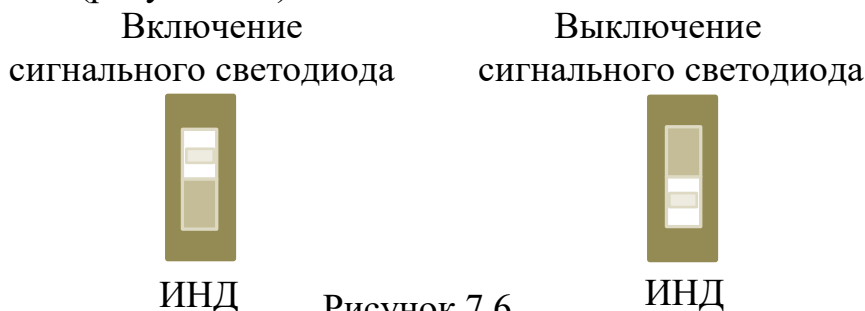

Рисунок 7.6
7.2.4.3 Включение сигнального светодиода осуществляют установкой флажка выключателя в верхнее положение (рисунок 7.6). Выключение сигнального светодиода осуществляют установкой флажка выключателя в нижнее положение (рисунок 7.6).